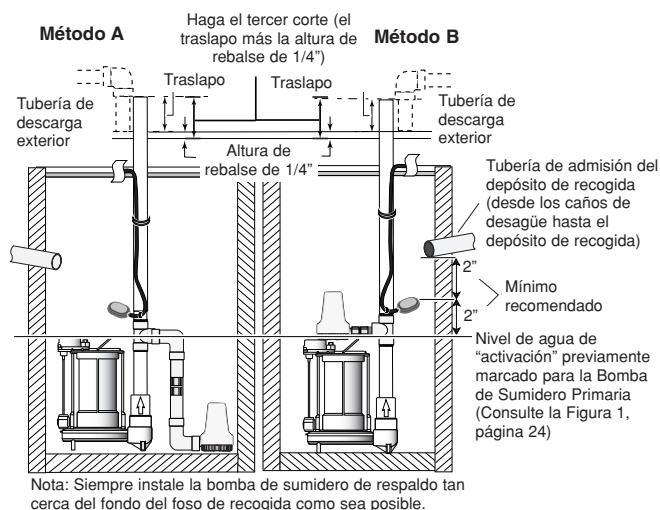

Figura 7 - Haga el tercer corte para eliminar el exceso de tubería de descarga
2. Marque el tubo de descarga en donde se debería cortar. Asegúrese de dejar una brecha de aire de 1/4" entre los extremos de los tubos. Esta brecha absorberá el ruido de las vibraciones y permitirá mayor flexibilidad. Consulte la Figura 7.
3. Haga el tercer corte (consulte Figura 7).
1. Conecte el tubo de descarga de la bomba al tubo de descarga exterior con el juego de acoplamiento de caucho y abrazadera (clave No. 1). No apriete las abrazaderas hasta que se hayan completado los ajustes finales. Consulte la Figura 7.
1. Coloque la unidad de doble bomba nuevamente en el foso. Consulte la Figura 7.